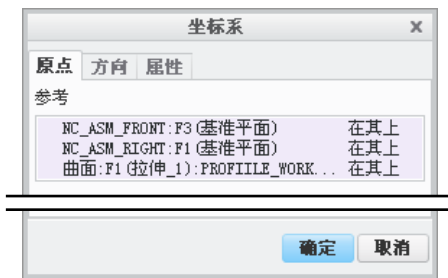
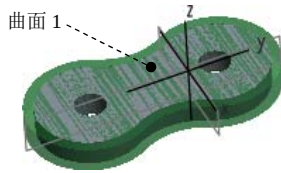

图 19.3.4 “坐标系”对话框
图 19.3.5 坐标系的建立
Step5. 机床坐标系设置。在“设置：操作”操控板单击按钮，在弹出的菜单中选择命令，系统弹出图 19.3.4 所示的“坐标系”对话框。按住 Ctrl 键依次选择 NC_ASM_FRONT、NC_ASM_RIGHT 基准面和图 19.3.5 所示的模型表面作为创建坐标系的三个参照平面，单击确定按钮完成坐标系的创建，返回到“设置：操作”操控板。单击按钮，此时系统自动选择了新创建的坐标系 ACS0 作为加工坐标系。